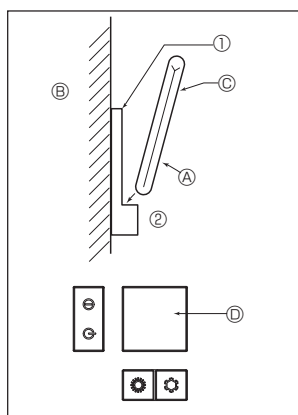
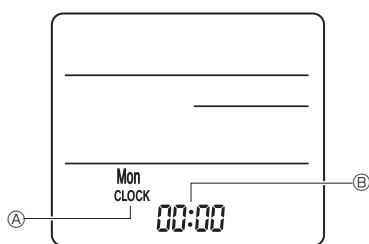

Fig. 7-7
Fig. 7-8
2) Méthode d'installation (Fig. 7-7)
- ① Attachez le support de la télécommande à l'endroit voulu à l'aide de 2 vis à taraud.
- ② Mettez la partie inférieure de la télécommande dans le support.
③ Télécommande ④ Mur ⑤ Afficheur ⑥ Récepteur
3) Réglage (Réglage de l'horloge) (Fig. 7-8)